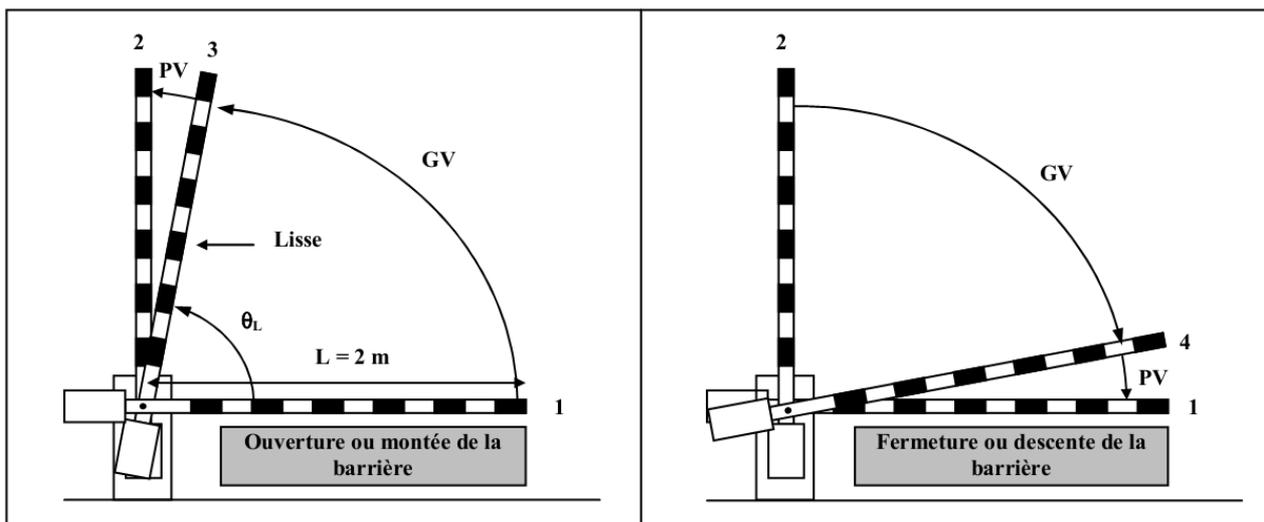

Figure 4
La plus grande partie de la rotation est faite en grande vitesse (GV), la phase finale se faisant en petite vitesse (PV) afin d'éviter les chocs (*figure 4*).
Le but de ce codeur est de repérer les 4 positions particulières (1, 2, 3, 4) indiquées sur la *figure 4*.